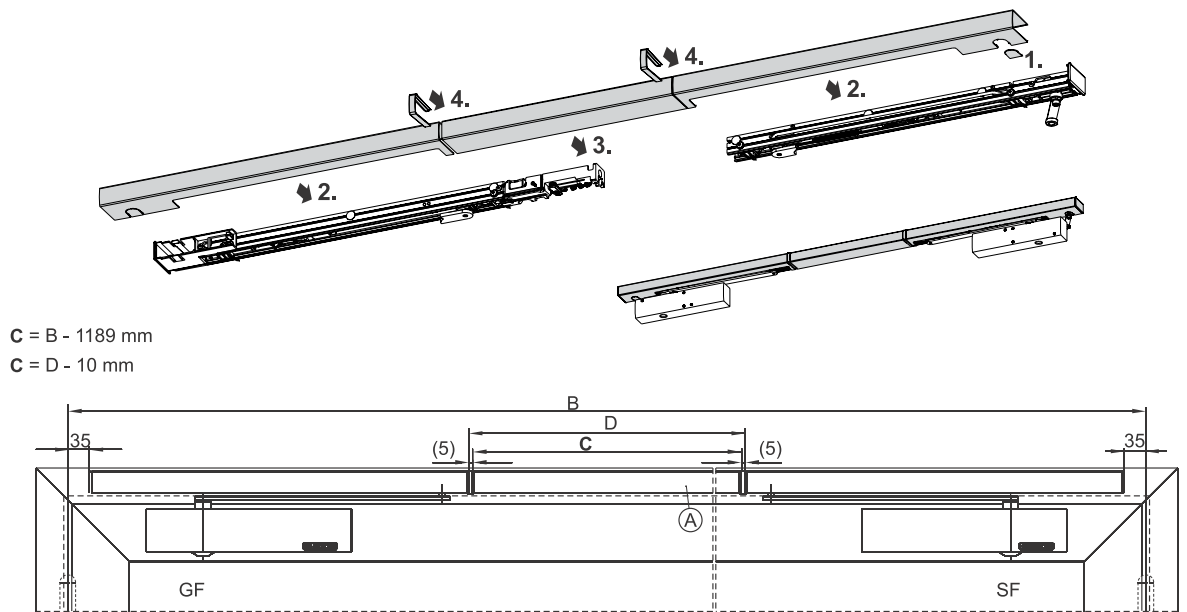

Fig. 6.8.1
- ▶ Usunąć systemowe osłabienie w osłonie skrzydła biernego pod dźwignikę zwalniającą (1)
- ▶ Osadzić zatrzaskowo na szynie osłony szyny skrzydła czynnego i biernego (2)
- ▶ Dociąć środkową osłonę „A” na wymiar „C”(Fig. 6.8.1)
- ▶ Osadzić zatrzaskowo osłonę środkową (3)
- ▶ Osadzić zaślepki na złączeniach osłon (4)